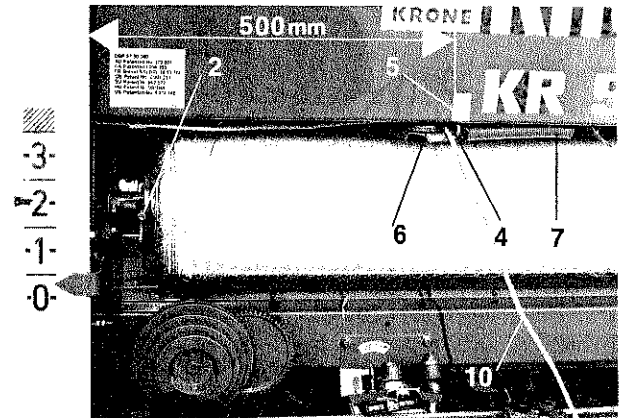
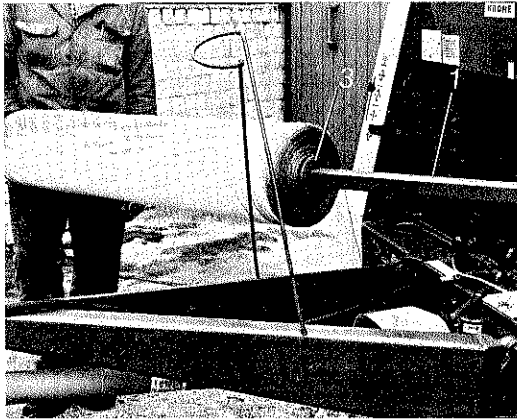
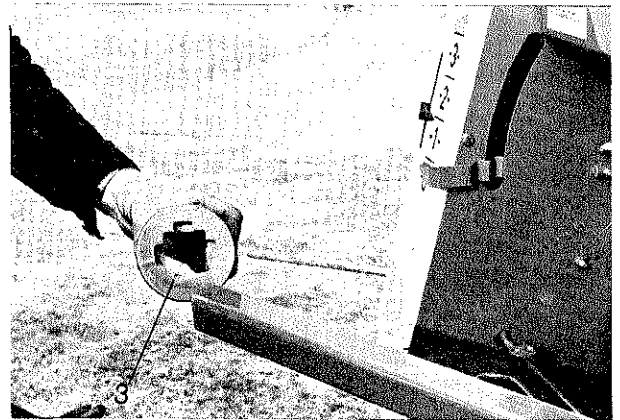
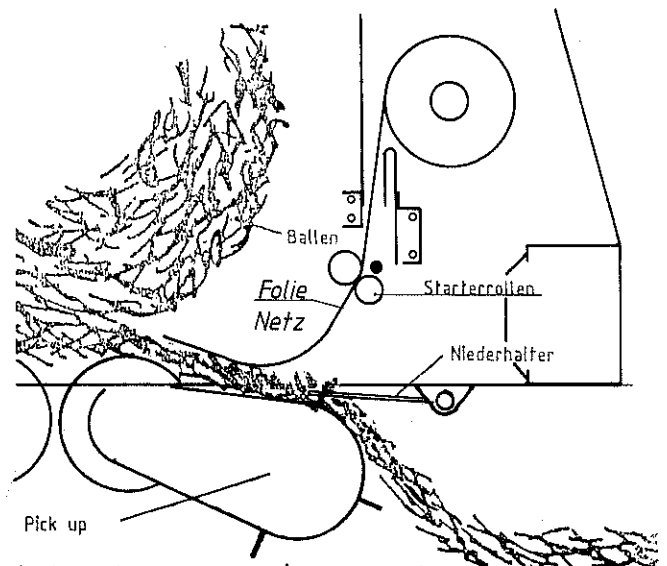

Abb. 10
Abb. 11
Abb. 12
Abb. 15
Zum Einlegen der Folien- oder Netzrolle muß das Aufnahmerohr 1, Abb. 11, herausgeschwenkt werden. Zum Aufschieben der Rolle wird die linke Lagerbuchse 2, Abb. 10, mit Innenteil aus dem Aufnahmerohr herausgezogen.
Die rechte Lagerbuchse 3, Abb. 11 und 12, ist stirnseitig mit Aussparungen versehen, die zum Ausgleich von unterschiedlichen Rollenbreiten dienen. Sie ist so zu drehen, daß die Folien-Netzrolle mittig zur Maschine sitzt.
Die Folien- bzw. Netzrolle ist mit dem losen Ende nach hinten entsprechend Abb. 11 und 13 aufzuschieben.
Die Rolle muß sich auf den Lagerbuchsen rechts und links leicht drehen lassen. Eventuelle Beschädigungen am Kern der Rolle müssen vorher beseitigt werden. Nach dem Einschwenken der Folienrolle (Netzrolle) muß die linke Lagerbuchse durch Drehen auf dem Gewinde so verstellt werden, daß die Nase 4 unterhalb der gelben Markierung 5, Abb. 10 liegt. Das Verdrehen der linken Lagerbuchse wird erheblich erleichtert, wenn der Schwenkhebel 6, Abb. 10, nach links gedrückt wird. Die Verdrehsicherung an der linken Lagerbuchse muß nach dem Verstellen wieder eingerastet werden.
Die Rolle wird durch längsseitiges Einklemmen gebremst. Die Bremse läßt sich über die Feder 7, Abb. 10, verändern. Mit zunehmender Spannung der Zugfeder 7 erhöht sich die Abbremsung der Folien-Netzrolle. Bei Verwendung von Netz muß die Abbremsung höher gewählt werden als bei Folie.
Durch Ziehen am Seil 10 (Abb. 10) bewegt sich der Schwenkhebel 6 nach links über die gelbe Markierung 5 hinaus. In dieser Stellung ist die Bremse der Folien-Netzrolle gelöst, und somit muß sich die Rolle sehr leicht von Hand drehen lassen. Nach dem Lösen des Seils 10 spricht die Bremse wieder an, und die Rolle läßt sich nur noch sehr schwer von Hand drehen, vor allem bei stark gespannter Feder 7, wie es bei Betrieb mit Netz sein sollte.
Die Übertragungseinrichtung der Bremse ist richtig eingestellt, wenn die Nase 4, Abb. 10, unterhalb der gelben Markierung 5 liegt. Das entspricht 500 - 530 mm von der linken Rahmenkante. Die Einstellung erfolgt nur durch die Lagerbuchsen 2, Abb. 10, und 3, Abb. 12.
2. Den Preßvorgang so lange fortführen, bis die Füllungsanzeiger den gewünschten Druck anzeigen. Vor dem Anhalten muß das Bedienungsseil 10, Abb. 10, zum Starten der Folienwickelvorrichtung (Netzwickelvorrichtung) so lange gezogen und gehalten werden, bis die Folie (Netz) mit dem aufgenommenen Erntegut an den Ballen herangeführt worden ist und vom Ballen weiter eingezogen wird (Abb. 15). Dann sofort anhalten und den weiteren Wickelvorgang abwarten. Nach dem Erreichen der vorgewählten Folienlänge (Netzlänge) wird die Folie (Netz) automatisch abgeschnitten.